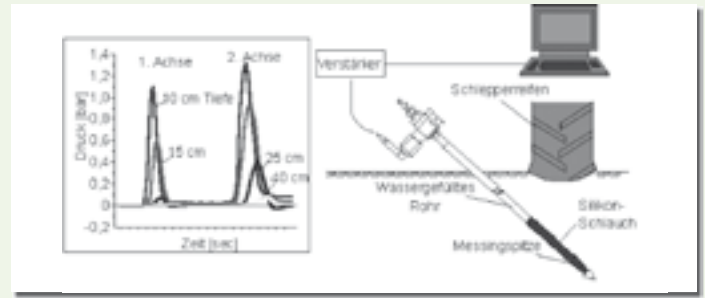

Abb. 1:
Zur Untersuchungen des Bodendruckes wurden Bodendrucksonden verwendet, die ursprünglich von Bolling (2) am Institut für Landmaschinen der TU München entwickelt wurden. Diese Sonden (Abb. 1) bestehen jeweils aus einem hydraulischen Druckfühler, der über ein Rohr mit einem Messwertwandler zur Wandlung des Druckes in elektrische Signale verbunden ist. Die Drucksonden wurden freundlicherweise von Herrn Professor Höfflinger vom Institut für Landmaschinentechnik der FH Köln bereit gestellt, der auch zusammen mit Herrn Scholte-Reh von der FH Köln die Durchführung der Messungen übernahm. Die Bodendrucksonden liefern zwei wesentliche Parameter der Bodenbelastung, den maximalen Sondendruck je Fahrwerkselement und die bleibende Erhöhung des Sondendrucks. Ersterer Wert ist als Maß der Bodengefährdung durch das Fahrwerk zu beachten, zweiterer kann als Kennzeichen der Bodenschädigung angesehen werden. Da bei den Versuchen trockene Bodenbedingungen vorherrschten und im Vordergrund der Betrachtungen der Vergleich verschiedener Fahrwerkskonzepte stand, wurden vornehmlich Druckmaxima ausgewertet. Die Messungen wurden bei trockenem Sommerwetter auf humusreichen, mit Calamagrostis überwachsenem Lehm Boden im Erzgebirge im Raum Rittersgrün durchgeführt. Es wurde in der Ebene und am Hang (bei ca. 30 % Neigung, Fahrt bergauf) gemessen.